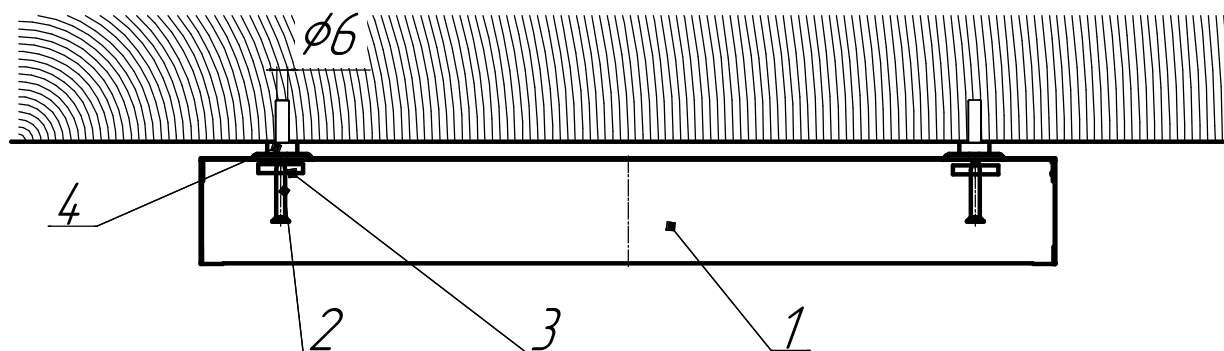

Рисунок 2 - Схема установки светильника
5.4 Закрепите светильник на опорной поверхности (рисунок 2), предварительно разметив точки крепления к опорной поверхности. Диаметр крепежных отверстий 6 мм.